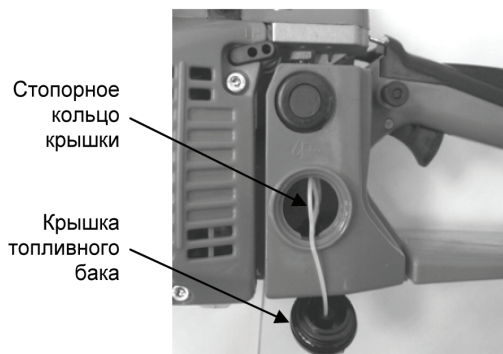

Рис. 18
2. Откройте крышку топливного бака и вытащите из бака стопорное кольцо крышки (Рис. 18)